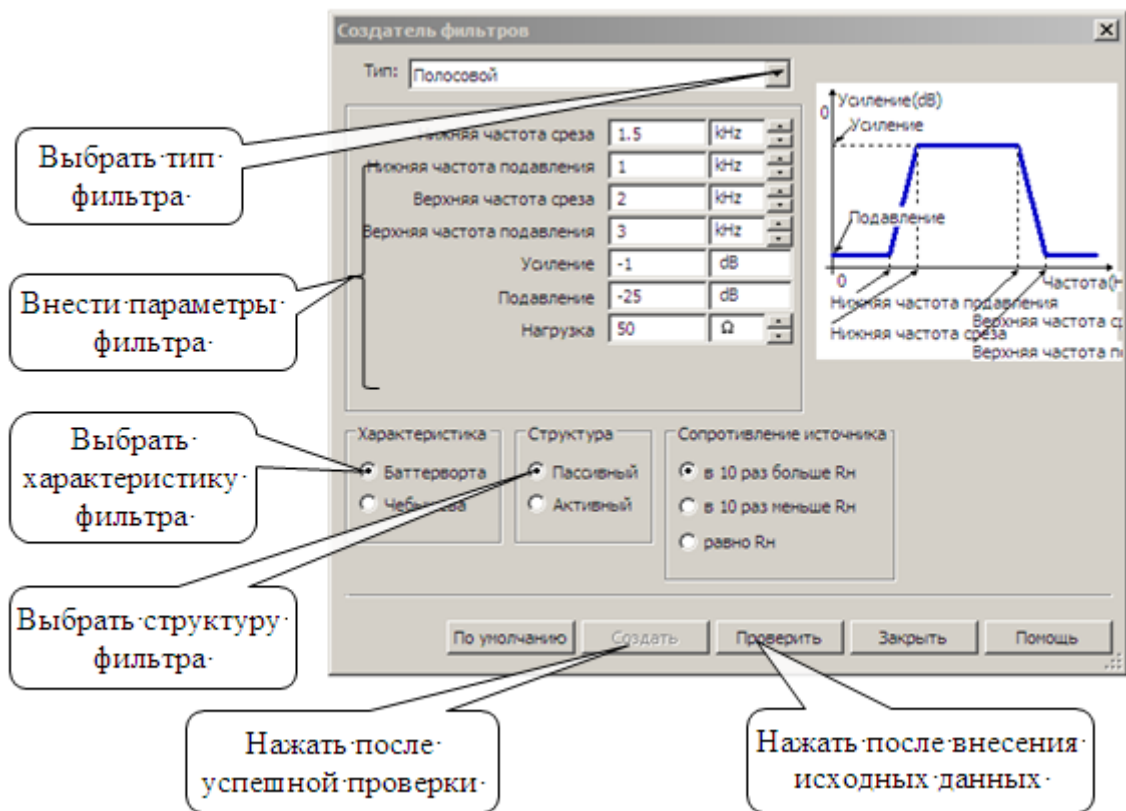

Рис. 11. Порядок размещения исходных данных в поле диалогового окна «Создатель фильтров»
– в диалоговом окне создателя фильтров (смотри рис. 11) выбрать тип фильтра, его характеристику, структуру и внести в соответствующие поля заданные в табл. 6 параметры;